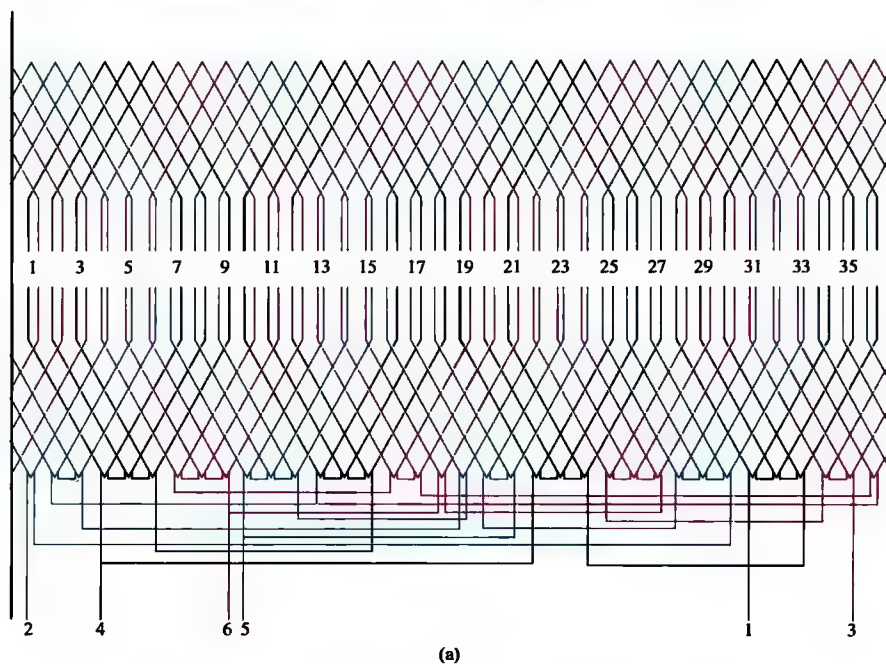

图 2-21 36 槽 6/4 极、Y/2Y 接法绕组 (一)
21. 36 槽 6/4 极、Y/2Y 接法绕组展开图、接线圆图与接线简图 (1) (见图 2-21)